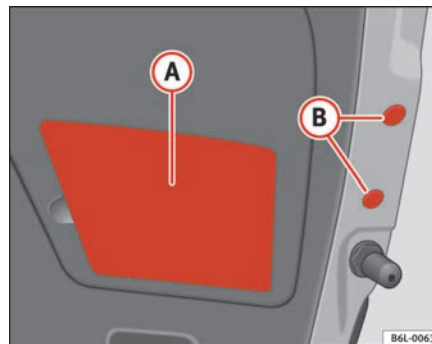

Abb. 161 Rücklicht an der Heckklappe
- Die Kunststoffabdeckung **(A)** ⇒ Seite 235, Abb. 161 und die Kunststoffstopfen **(B)** ⇒ Seite 235, Abb. 161 mithilfe von leichten Hebelbewegungen mit dem flachen Ende des Schraubenziehers entfernen. Dabei vorsichtig vorgehen, damit der Lack nicht zerkratzt wird.